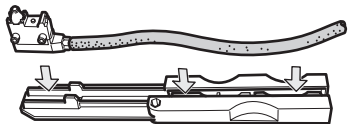

Fig. 6
- ▶ Inserire il trasduttore con il cavo nell'attrezzo di montaggio (Fig. 6).